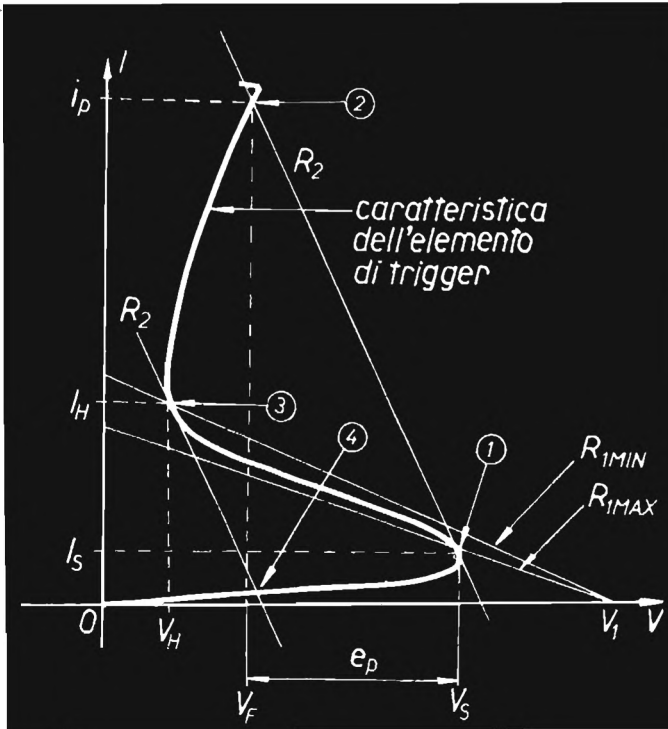

figura 14
La curva caratteristica dell'elemento è riportata in figura 14: se R_1 è aumentata al suo massimo valore che mantenga le oscillazioni, troviamo che la sua linea di carico interseca la curva dell'elemento nel punto (1) dove il fronte della resi-
Se R_1 è modificato al minimo valore che mantenga le oscillazioni, la sua nuova linea di carico interseca la curva dell'elemento al punto (3). Qualsiasi valore minore può provocare che l'elemento rimanga conduttivo in alcuni punti operativi stabili compresi tra (2) e (3). Aumentando R_1 oltre il valore massimo di oscillazione si provoca l'interruzione dell'operazione nei punti compresi tra (1) e l'origine. Un importante fattore che non compare in figura 14 e che spesso non è specificato sui Data Sheets dei componenti è il tempo di commutazione o tempo di salita. Un dispositivo che commuti lentamente dal punto (1) al punto (2) non vi arriverà mai, poiché esso scarica il condensatore in tempi intermedi e raggiungerà la curva del dispositivo tra i punti (2) e (3).